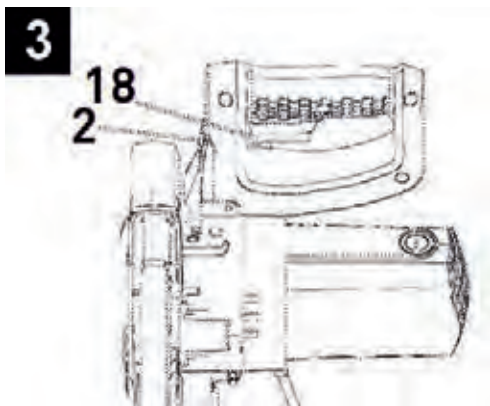

Рисунок 3
18. Клавиша переключателя «Вкл/Выкл» (выключателя) (рис. 3)
3.4.3 Включение изделия осуществляется нажатием клавиши (18, рисунок 3), а отключение – отпусканием клавиши (18).